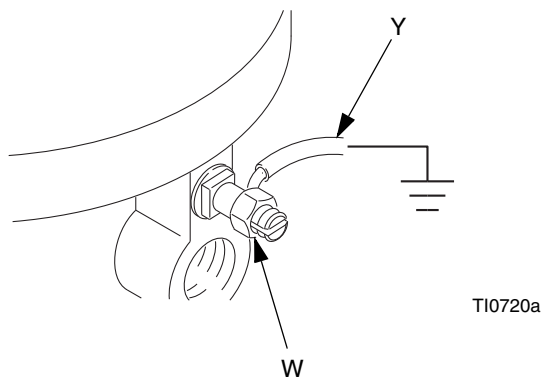

ABB. 1. Erdungsleitung
Pumpe: Ein Erdungskabel und eine Klemme verwenden. Siehe ABB. 1. Sicherungsmutter (W) und Scheibe der Erdungsöse lösen. Ein Ende des Erdungsdrahtes in den Schlitz in der Öse schieben und Mutter fest anziehen. Erdungsklemme mit einem effektiven Erdungsanschluss verbinden. Teile-Nr. 237569, Erdungsdraht mit Klemme bestellen.